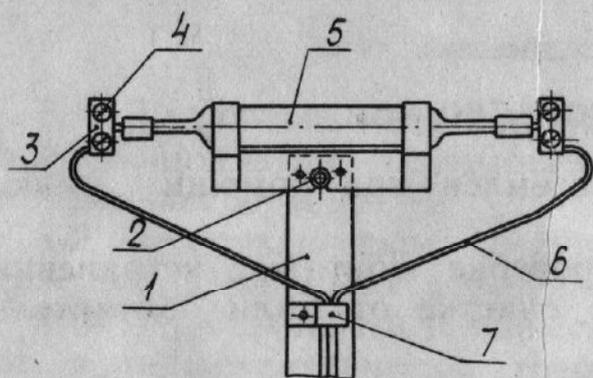

Рис. 2. Установка лампы ДРТ 240
4.1.2. Для установки лампы ДРТ (рис. 2):
снимите контакты 3 (см. рис. 2) с лампы 5;